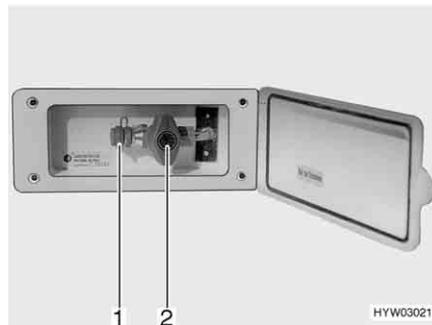

Fig. 142 Ligação exterior do gás, torneira de segurança do gás fechada
Dependendo do modelo, a ligação exterior do gás (Fig. 142) encontra-se na parte traseira ou no lado esquerdo ou direito do veículo.
- Ligue o aparelho externo a gás no ponto de ligação (Fig. 142,1).
- Abra a torneira de segurança do gás (Fig. 142,2).